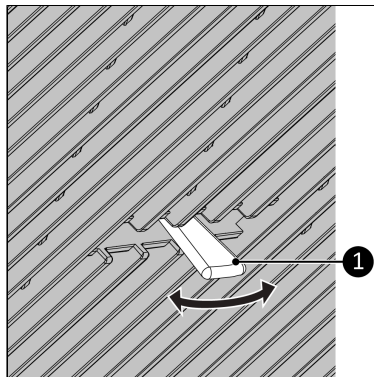

Figure 74.
2. Ajustez les lamelles en déplaçant la poignée vers la gauche/droite (Figure 74, pos. 1) afin de changer la direction du vent.